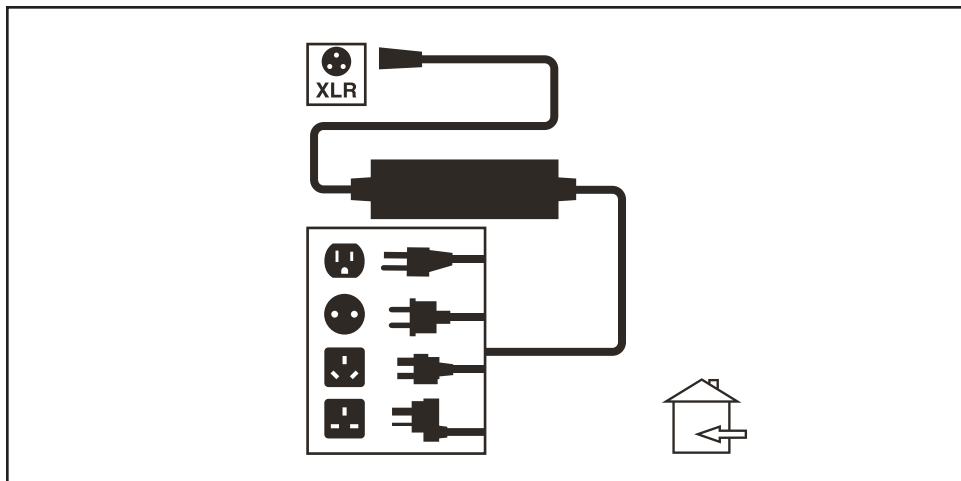

Figure 16. Recharge des batteries
3. Branchez le connecteur à 3-fiches du câble du chargeur externe dans le réceptacle de programmation/chargeur sur le contrôleur. **Voir la figure 16.**